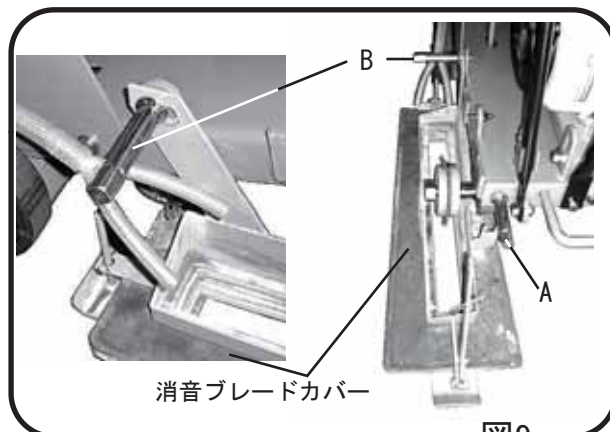

図9
a. セットボルト(取付ボルト)でBを固定して下さい。(図9)
c. セットボルト(取付ボルト)でAを固定して下さい。(図9)